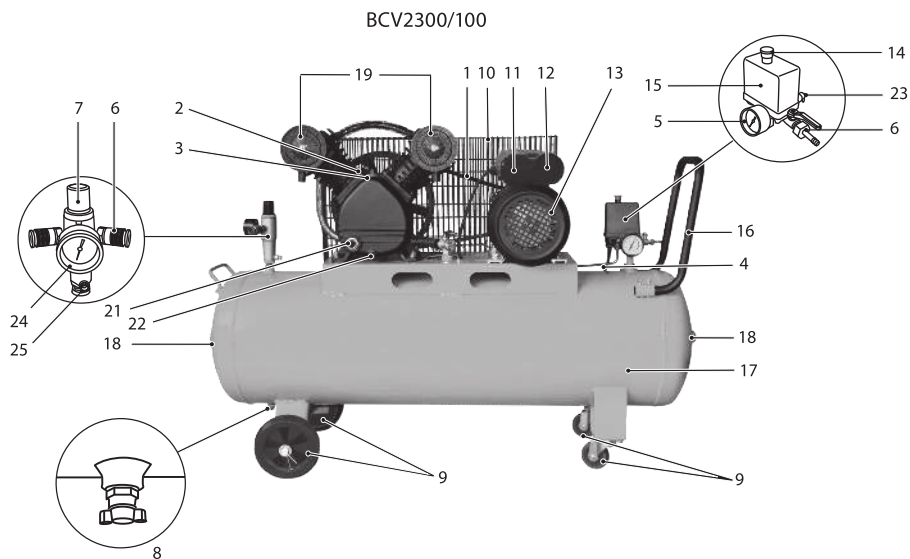
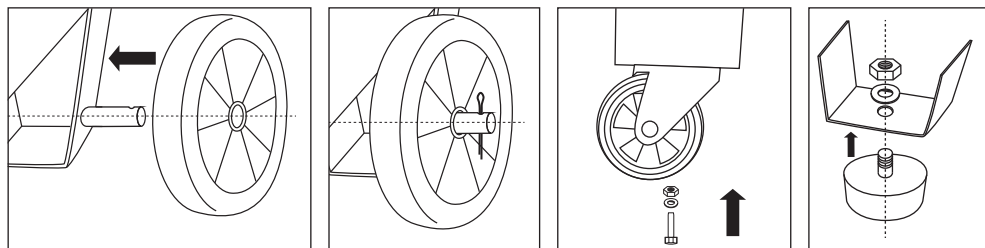
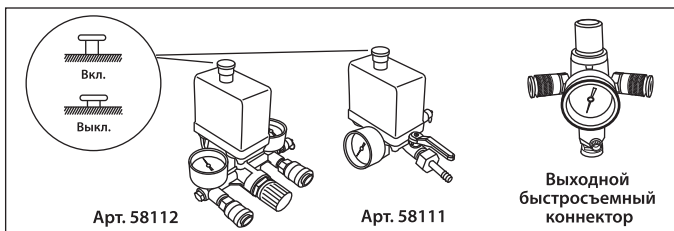
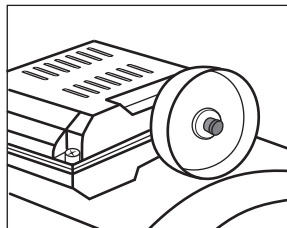

рис. 1
рис. 3
рис. 6.1
рис. 7
- Манометром 5 (рис. 1) для контроля давления сжатого воздуха;
- Реле давления 15 (рис. 1) для регулирования производительности периодическим запуском/остановкой компрессора;
Установите транспортировочные колеса 9 (рис. 1) для модели ВСV2300/100 или антивибрационные опоры 20 (рис. 1) для модели ВСV2200/100V и вверните воздушный фильтр 19 (рис. 1) в отверстие головки блока цилиндра (рис. 3).
Убедитесь, что выключатель компрессора 14 (рис. 1) находится в положении «Выключено» (рис. 6.1).
Установите регулятор давления 7 (рис. 1) в положение «min».
Подключите к выходному быстросъемному коннектору 6 (рис. 1), (рис. 6.1) компрессора пневматический инструмент.
При первом запуске компрессор должен проработать без нагрузки около 10 минут с полностью открытым регулятором давления 7 (рис. 1) выходного воздуха и клапаном слива конденсата из ресивера.
По истечении времени обкатки закройте клапан слива конденсата 8 (рис. 1) и проверьте, чтобы компрессор нагнетал воздух в ресивер 17 (рис. 1) и останавливался автоматически при помощи реле 15 (рис. 1) при достижении максимального значения давления.
Перед запуском следует убедиться, что переключатель реле давления 14 (рис. 1) находится в положении «Выключено», а вилка вставлена в сетевую розетку.
Поворачивая регулятор давления 7 (рис. 1) по часовой стрелке, установите давление, рекомендуемое производителем подключаемого пневмоинструмента, требуемый уровень давления отразится на манометре 24 (рис. 1).
Перед повторным запуском убедитесь, что параметры электросети соответствуют техническим характеристикам устройства, после чего нажмите кнопку 12 (рис. 1) предохранителя от перегрузки (рис. 7). Теперь вы можете произвести повторный запуск устройства.
Для правильного использования компрессора проверьте оптимальное значение давления подключаемого инструмента. Регулировка и контроль выходного давления сжатого воздуха возможны с помощью выходного быстростъемного коннектора 6 (рис. 1) и манометра 24 (рис. 1). Для этого достаточно повернуть вентиль редуктора по часовой стрелке для увеличения давления и против часовой стрелки – для уменьшения давления.